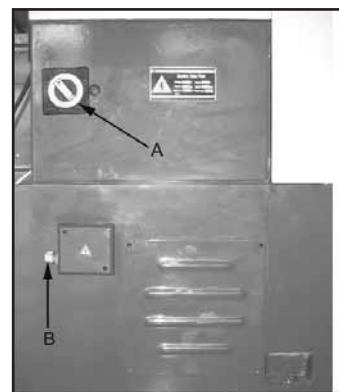

Fig. 9
**Hovedstrømbryter:** (A, fig.9) Starter og stenger av maskinen.
**Sterkstrømsboks:** (B, fig.9) Kontroller at dreiebenken er korrekt jordet.